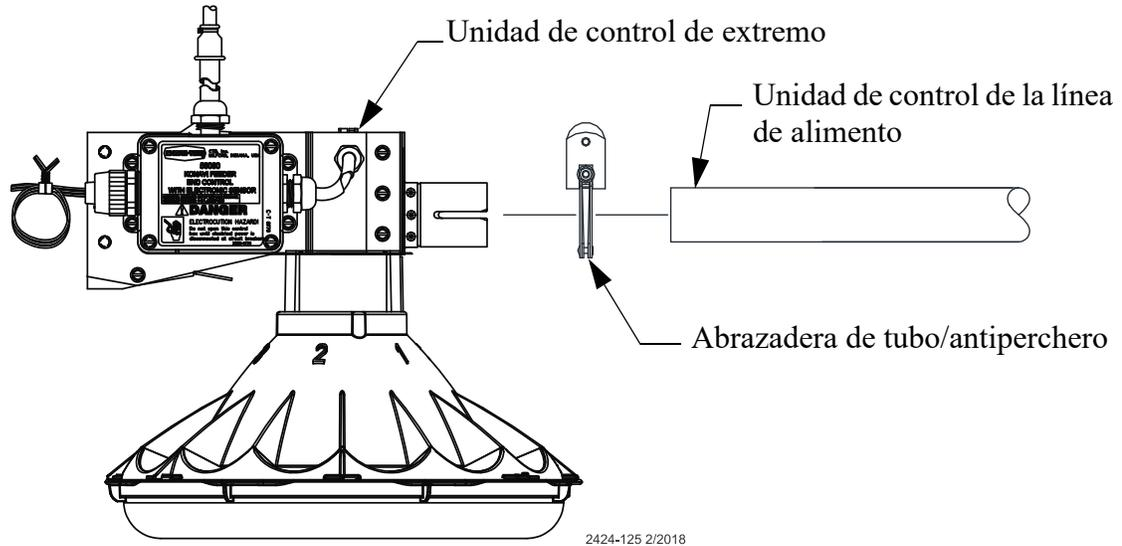

Figura 31. Conexión de la unidad de control al tubo de línea de alimento
1. Instalar la unidad de control de extremo en el tubo de control de la línea de alimento usando una abrazadera con soporte antiperchero. Ver la **Figura 31**. **NO INSTALAR LA UNIDAD DE POTENCIA EN ESTE MOMENTO.**